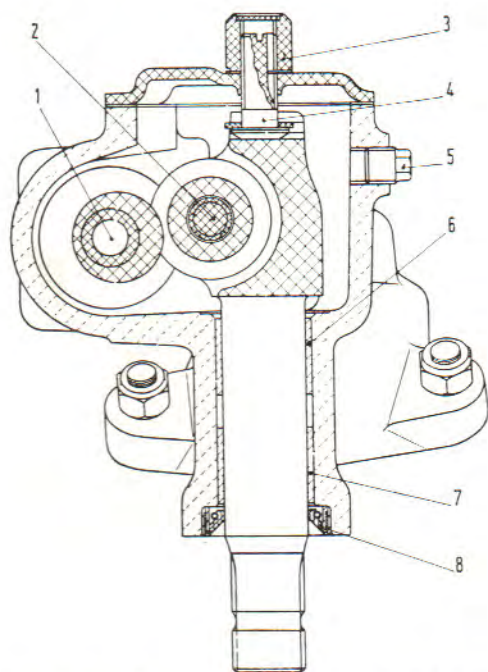

Fig. 42. Styrehus, snit gennem sektoraksel (Multipla).
Spillerummet mellem rulle og snekke optages ved hjælp af skruen (4 i fig. 42). Justerskruen låses med møtrikken (3).